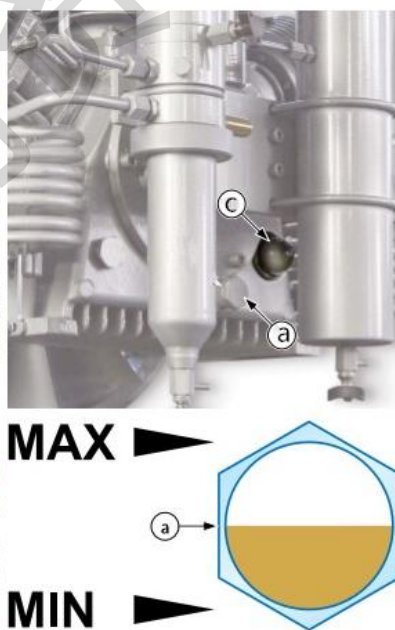

图 4-1-2
检查油位是否在正常的范围内（油位的高度一定要高于可视指示管（c）的一半）。注意当润滑油过多会引起气缸渗漏，过少会引起阀门堵塞和驱动骤止。（见图 4-1-2）
- 9、检查油位（c），如果油位的高度不是在可视指示管（c）的最小和最大刻度之间，见图 4-1-2，请参考段落“4.1.1 检查油位”。